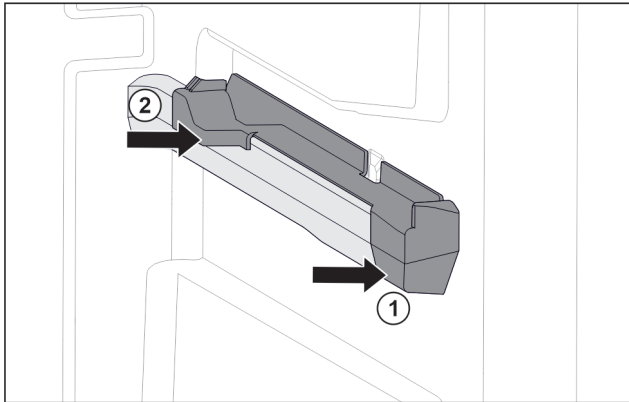

Fig. 48 Insteekelement op rechter containerrib
- ▶ Insteekelement voor tegen containerrib plaatsen. Fig. 48 (1)
- ▶ Insteekelement achter aandrukken. Fig. 48 (2)